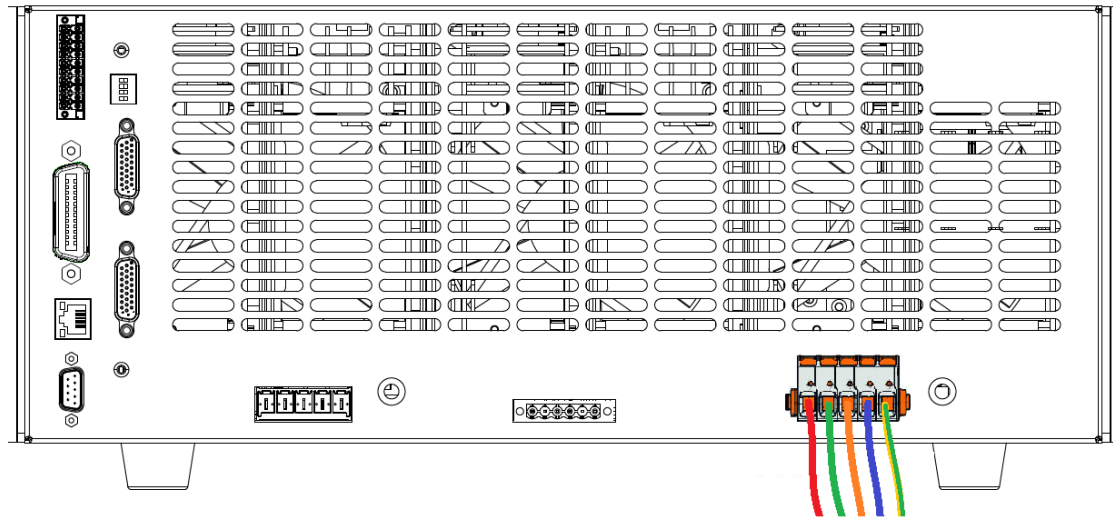

图 4.5 输入端子安装完毕
- 安装好电源线后，将输入端子插插入输入插座中，并确认端子的卡扣锁紧。如图 4.5 所示。